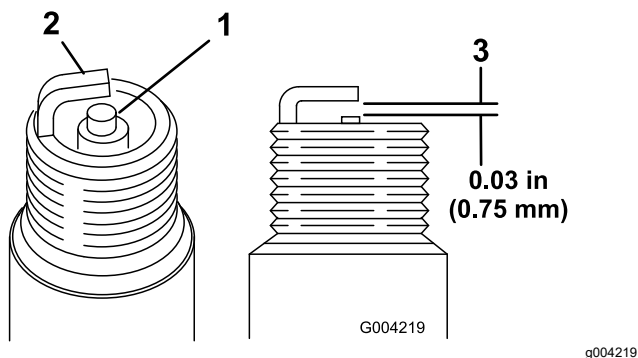

Figura 48
- Controllate la parte centrale di entrambe le candele (Figura 48). Se l'isolatore è di color marrone chiaro o grigio, il motore funziona
2. Controllate la distanza tra gli elettrodi centrale e laterale (Figura 48).
3. Piegate l'elettrodo laterale (Figura 48) se la distanza non è corretta.